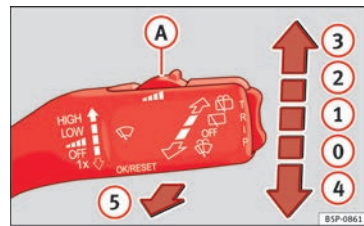

Fig. 69 Leva del tergicristallo.
Posizioni della leva dei tergicristalli » fig. 69: »
- Se, quando è attivo il (2) » fig. 69 o il (3) livello di tergiture, ci si ferma, la velocità di movimento dei tergicristalli passa automaticamente al livello immediatamente inferiore. Non appena si riparte, i tergicristalli tornano a funzionare secondo la posizione selezionata originariamente.